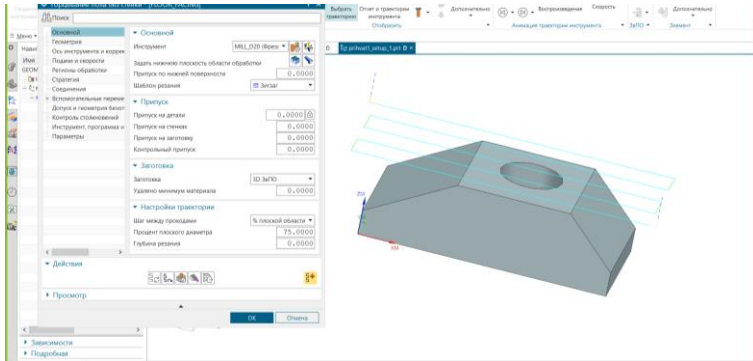

Рисунок 11 – Результат виконання
12. Створіть операцію FLOOR\_FACING, інструмент - MILL\_D20, геометрія - WORKPIECE, метод - MILL FINISH, програма – NONE. Вкладка основной – задать нижнюю плоскость - вкажіть верхню грань. Буде показана розрахункова межа; натисніть ОК і згенеруйте траєкторію. Знову натисніть ОК, щоб зберегти операцію (рис. 11).